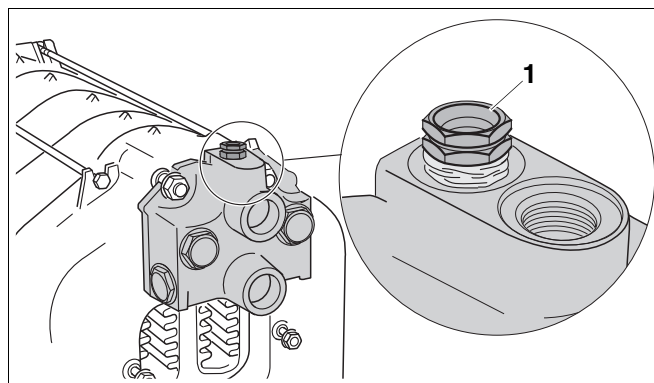

Рис. 22 Установка гильзы для датчиков
- Заглушить подающую и обратную линии (воздушник установить на фитинге Rp $\frac{3}{4}$) (→ рис. 22).